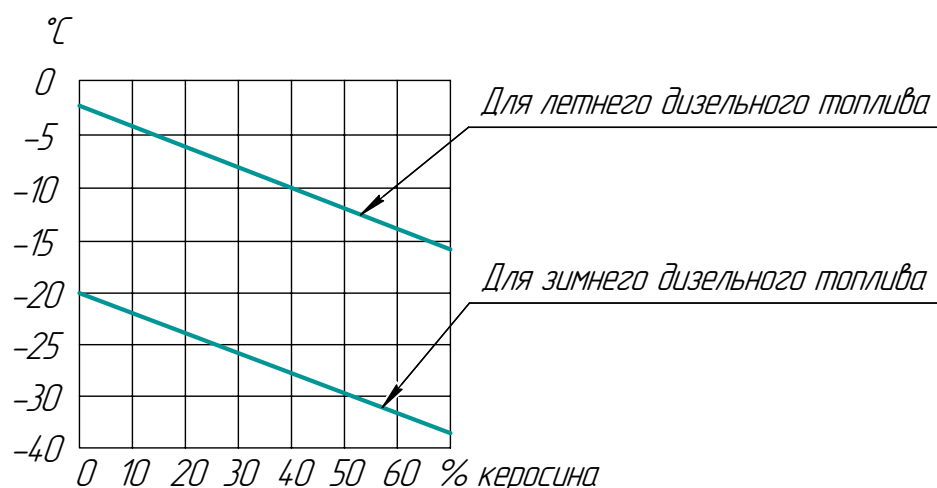

Рис. 9- Соотношение керосина с дизельным топливом в зависимости от температуры окружающего воздуха
12.2 Надежная работа подогревателя зависит от марки применяемого топлива. Марка топлива выбирается в соответствии с ГОСТ 305-82 в зависимости от температуры окружающей среды (см. таблицу 4). Допускается применять и смеси в соответствии с рис. 9.